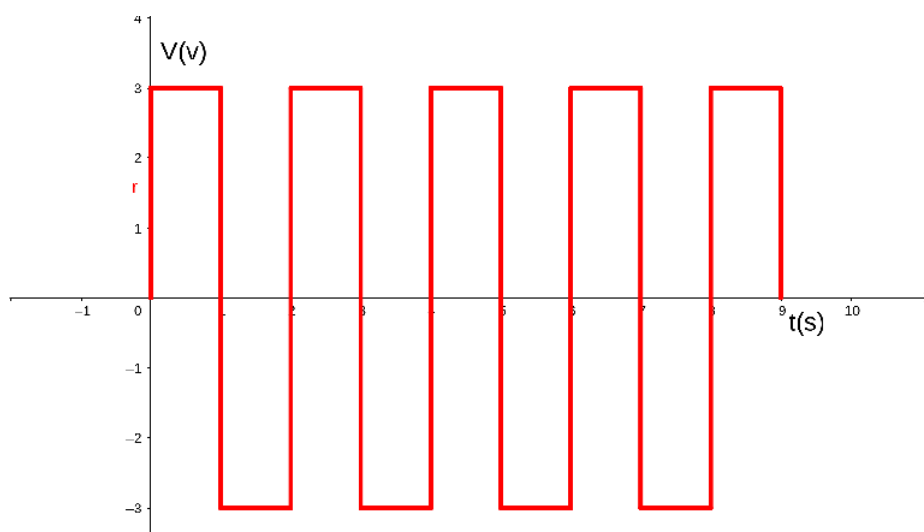

Figura 4.2: Corriente alterna cuadrada
- En la **figura 4.2**, la tensión es alterna, y tiene una forma de onda cuadrada.